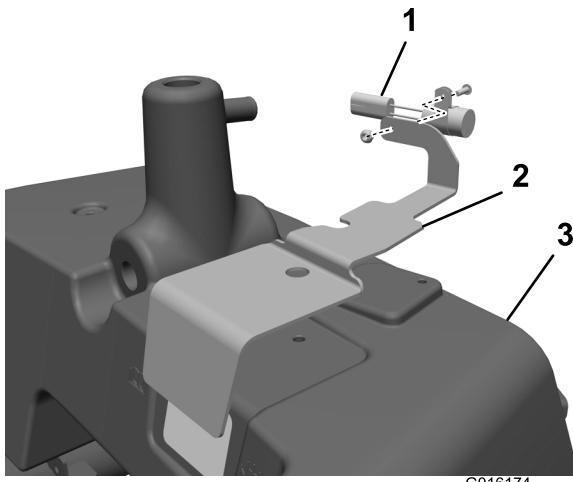

Figura 3
- Instale o temporizador na tampa do nível de óleo (apenas modelo a diesel) (Figura 3).
- Coloque a tampa do nível de óleo no sítio, mas não a prenda ainda ao depósito hidráulico principal (Figura 3).
- Instale a tampa do nível do óleo e conjunto da válvula de solenoíde ao depósito hidráulico principal com 2 parafusos de cabeça sextavada e o suporte do resguardo (Figura 3).